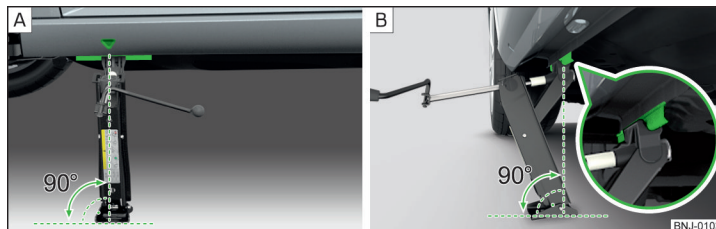

Fig. 185 **Prezentarea în principiu: aplicarea cricului**
- › Rezemați placa de bază a cricului, pe întreaga sa suprafață, pe un teren plan și asigurați-vă de faptul că, cricul se găsește în poziție verticală în raport cu punctul de fixare » [fig. 185 - \[A\]](#).
- › Ridicați cricul sub punctul de fixare, prin rotire cu ajutorul manivelei, până când gheara cricului cuprinde nervura » [fig. 185 - \[B\]](#).